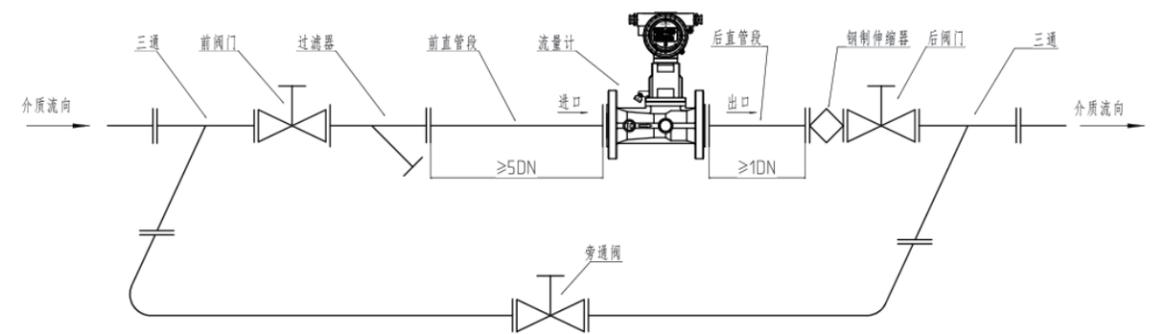

图4 流量计水平安装示意图
- 为了便于维修,不影响流体正常输送,建议按图 4 所示设置旁通管道。